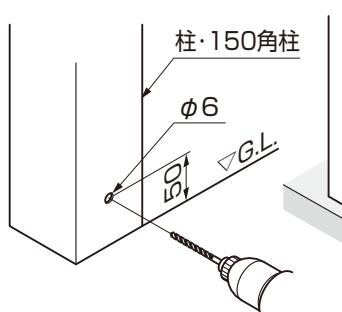
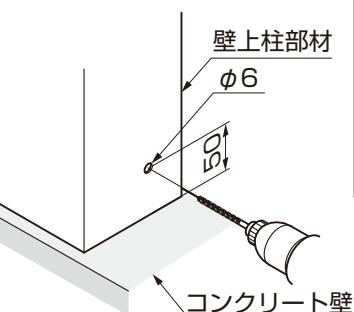
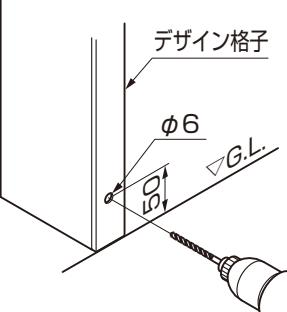

図16-1
図16-2 壁上柱部材
図16-3 デザイン格子
①柱へφ6の水抜き穴をあけてください。（図16-1、図16-2、図16-3参照）